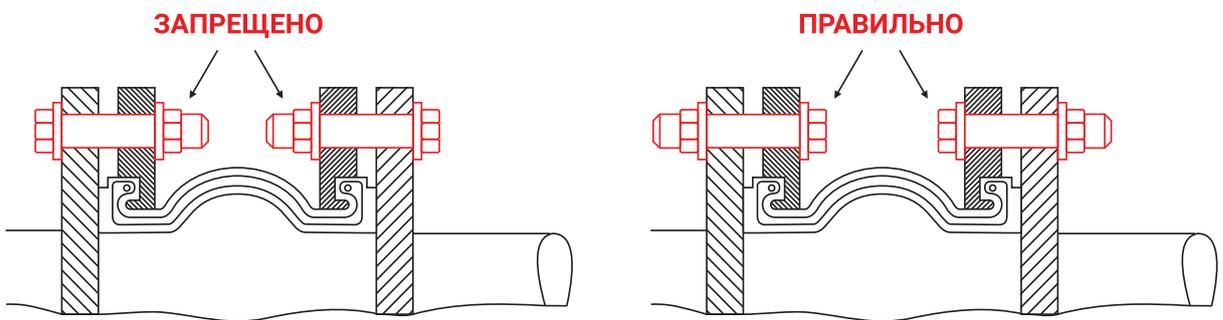

Рис. 2
8. Болты должны быть установлены без прямого контакта с резиной. Правильный вариант монтажа виброкомпенсатора при соединении болт-гайка: гайки устанавливаются на стороне, противоположной резиновым элементам – на стороне трубопровода, головка болта – на стороне компенсатора (рис.2).